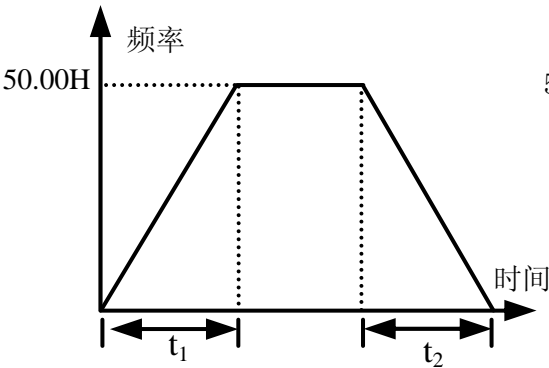

图 6-1 直线加减速
- 0：直线加减速方式.输出频率按照恒定斜率递增或递减，如图 6-1 所示。